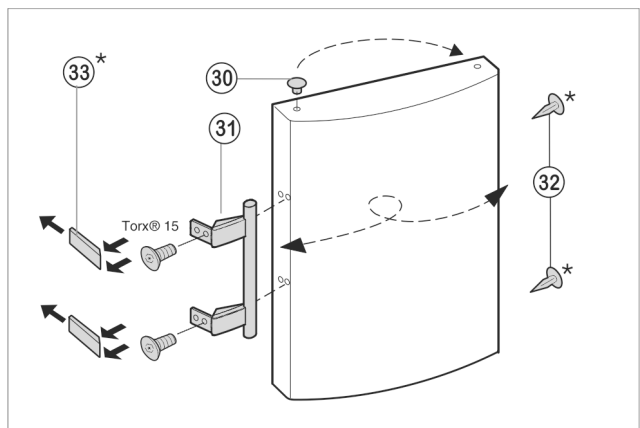

Fig. 8
- ▶ Estrarre il tappo Fig. 8 (30) dall'alloggiamento del supporto della porta e spostarlo.
- ▶ Smontare la maniglia della porta Fig. 8 (31), i tappi Fig. 8 (30) e le piastre di spinta Fig. 8 (33) e spostarli sul lato opposto.